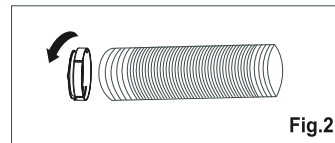

Fig.2
1. Extienda ambos lados de la manguera (Fig. 1) y atornille la manguera al conector A (Fig. 2).